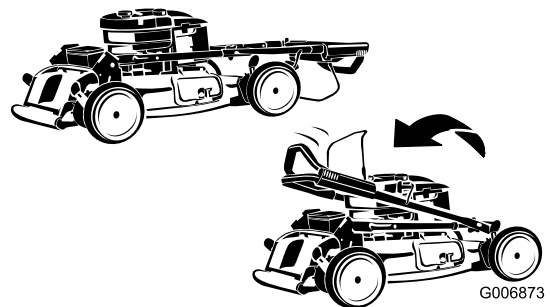

Figure 39
3. Pliez la moitié supérieure du guidon en avant de la manière indiquée (Figure 39).